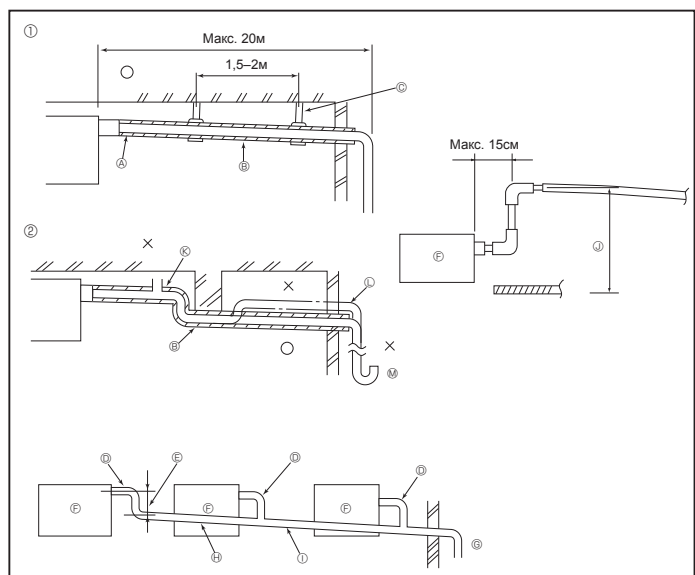

Fig. 3-1
3.1. Дренажные трубы (Fig. 3-1)
- ① Правильное соединение труб
- ② Неправильное соединение труб